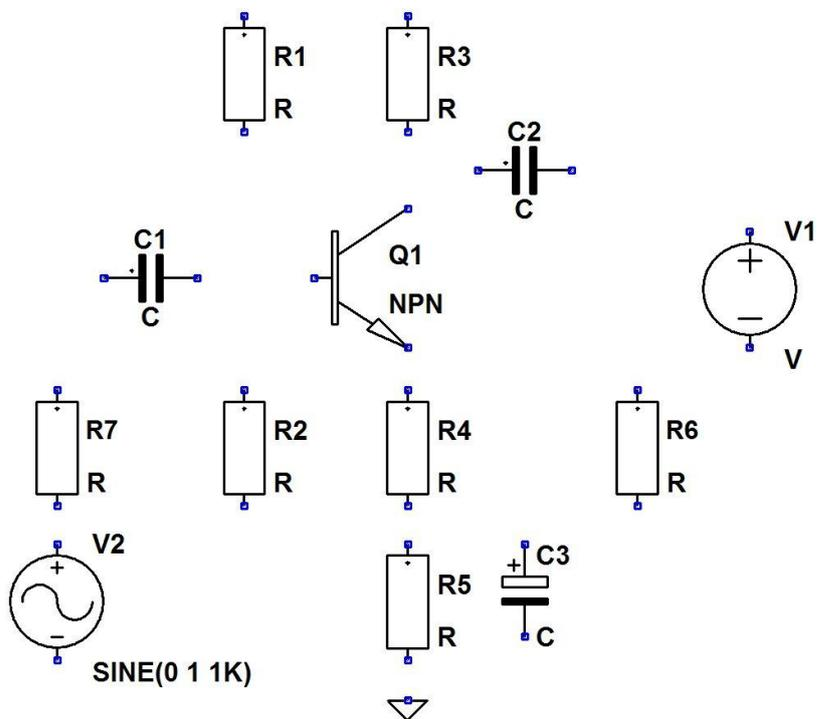

Bild 3: Platzierung der Bauelemente
- In unserem Beispiel werden insgesamt sieben Widerstände, drei Kondensatoren, ein NPN-Transistor und zwei Spannungsquellen benötigt. Für die Eingangsspannung wird das Symbol „Signal“ gewählt. Die Bauelemente könnten z.B., wie in **Bild 3** gezeigt, angeordnet werden. **Achtung:** Nicht das GND-Symbol vergessen!